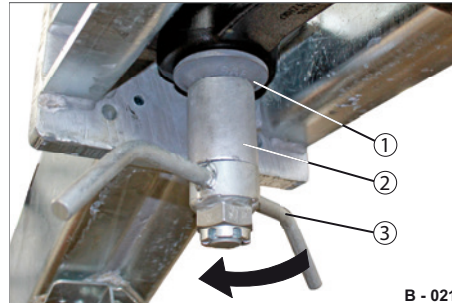

Abb. 20 Zugöse D50 unten sichern
- ▶ Stecken Sie die Scheibenauflage (Abb. 20/1), den Abstandshalter (Abb. 20/2) von unten auf die Befestigungsschraube an die Zugöse (Abb. 19/3).
- ▶ Schrauben Sie die Flügelmutter (Abb. 20/3) auf die Befestigungsschraube auf.